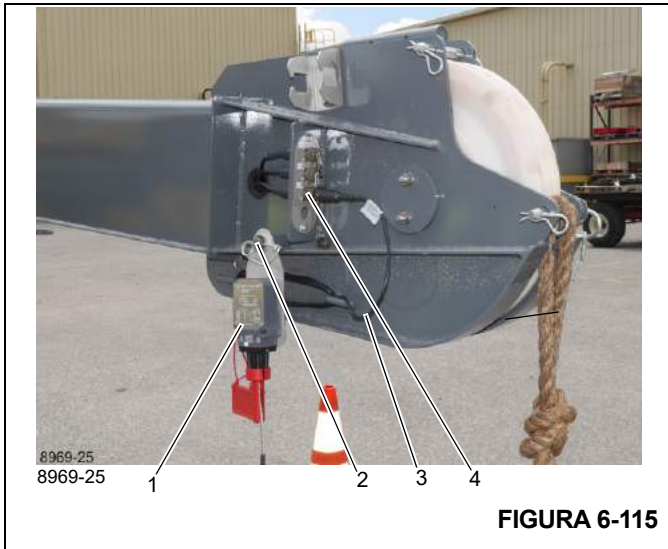

FIGURA 6-115
1. Instale el interruptor de prevención de contacto entre bloques (1), (Figura 6-115), en el pasador (2), (Figura 6-115), y asegúrelo con una pinza de retención.
2. Coloque el cable de prevención del contacto entre bloques (3), (Figura 6-115), de modo tal que no se dañe durante el funcionamiento de la grúa, y conecte el interruptor de prevención del contacto entre bloques en el receptáculo (4), (Figura 6-115).
1. Retire el enchufe del receptáculo (4), (Figura 6-115).
2. Retire el conjunto de interruptor de prevención del contacto entre bloques (1), (Figura 6-115), del pasador (2), (Figura 6-115).